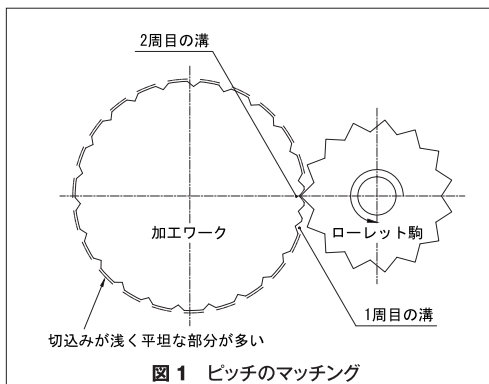

図1 ピッチのマッチング
1. ワーク外径に対してピッチがあわない時(ピッチのマッチング) [図1]
3. 切込み不足 [図1]